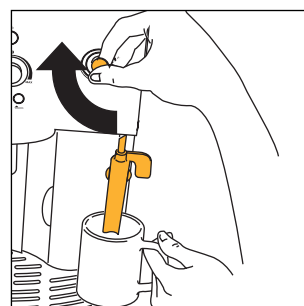
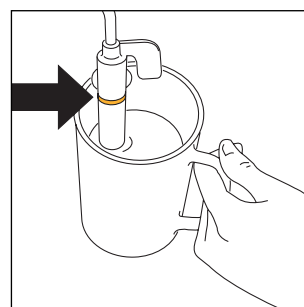

Fig.23
Fig.24
- Sänk ner cappuccinoröret i behållaren med mjölk (fig. 23). Se till att inte doppa ner cappuccinoröret längre än till markeringen (vid pilen i fig. 24). Vrid ångreglaget ett halvt varv motsols (akta så att du inte bränner dig). Ur cappuccinoröret kommer det ånga som ger mjölken ett krämig utseende och ökar dess volym. Doppa ner cappuccinoröret i mjölken och låt behållaren rotera med långsamma rörelser nedifrån och upp för att få ett fylligare skum. (Mata inte ut ånga under längre tid än 2 minuter).